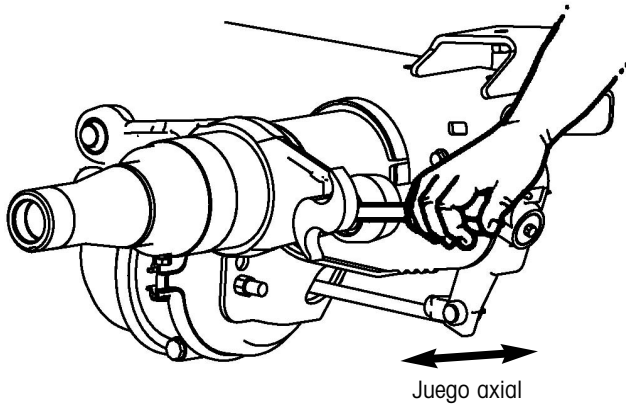

Figura 6. Verificando el juego axial de la leva-S (todos los modelos excepto el sistema de Leva en Tubo)
1. En todos los modelos excepto el sistema de Leva en Tubo, verifique el juego axial de la leva-S (el juego libre de la leva-S a lo largo de su eje, figura 6). El movimiento total no deberá exceder $\frac{1}{16}$ de pulgada (1.59 mm).